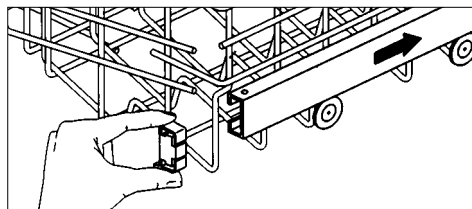
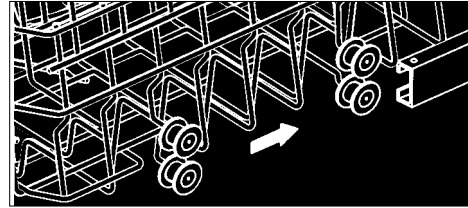

fig. 7
fig. 8
- Tirez le panier complètement vers l'avant et enlevez la languette de protection sur le côté droit (voir fig. 7). Sortez le panier du lave-vaisselle. Placez l'autre jeu de roulettes dans les rails (voir fig. 8) et remplacez la languette de protection.